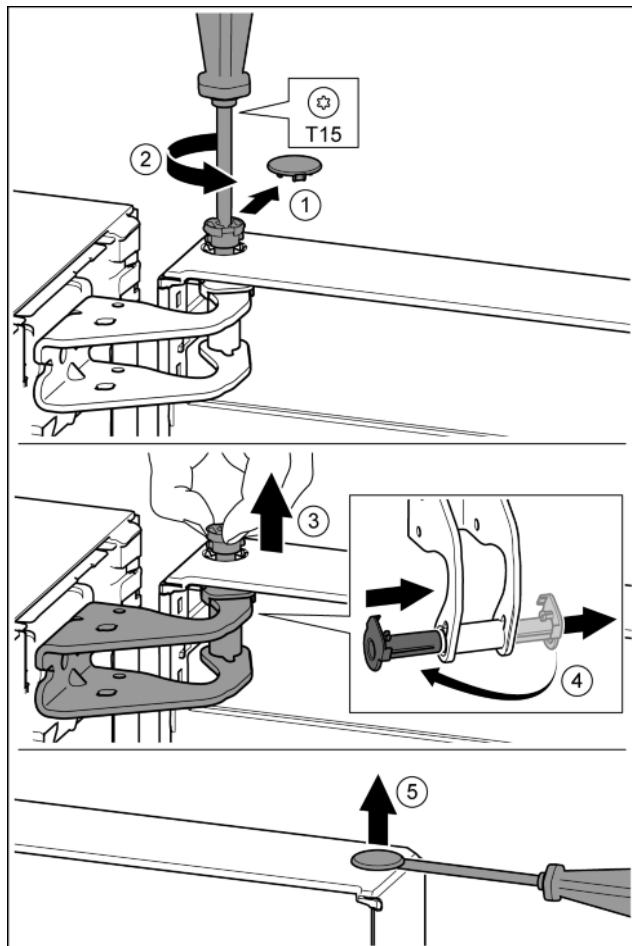

Fig. 8
- ▶ Обережно зніміть запобіжну кришку. Fig. 8 (1)
- ▶ Трохи викрутіть гвинт за допомогою викрутки T15. Fig. 8 (2)
- ▶ Притримуйте дверцята і витягніть палець руками. Fig. 8 (3)
- ▶ Витягніть із прямої опору втулку. Встановіть і зафіксуйте з іншого боку. Fig. 8 (4)
- ▶ За допомогою шлицевої викрутки обережно підійміть пробку із опорного втулка дверцят та витягніть її. Fig. 8 (5)